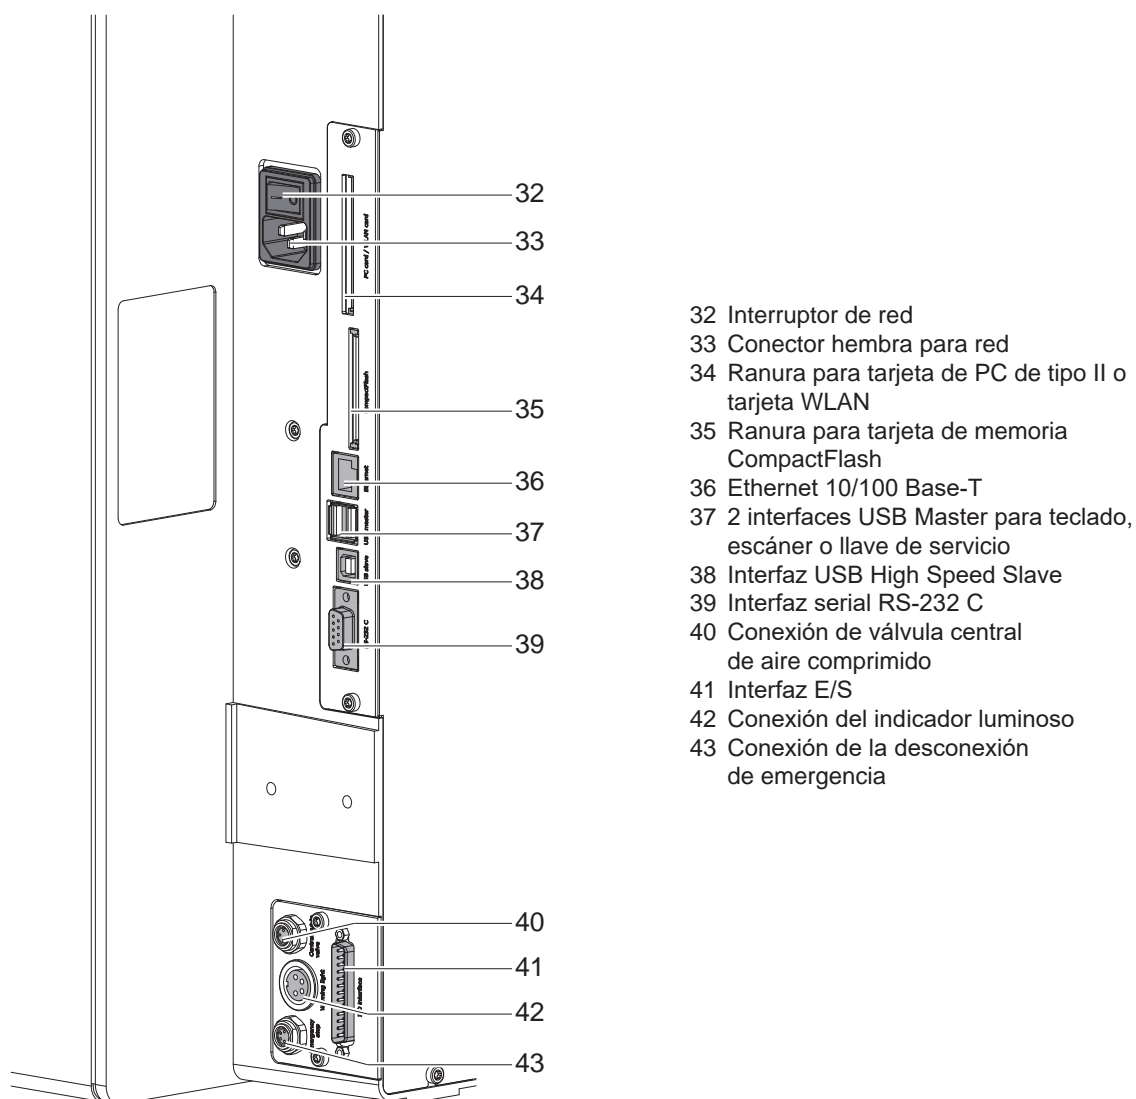

Figura 4 Conexiones
En Figura 4 en la página 8 se representan las interfaces y conexiones disponibles de serie.
2. Insertar el cable de red en el conector hembra para red (33/Figura 4).
- Conectar la impresora mediante el interruptor de red (32/Figura 4).